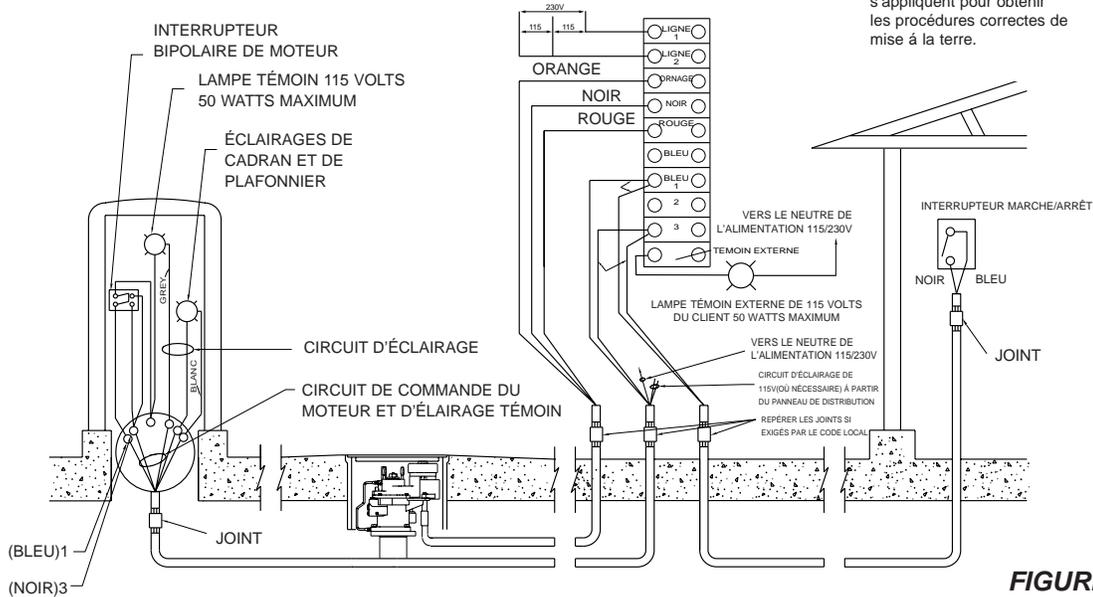

FIGURE 3
La boîte de contrôle du moteur doit être placée dans un endroit non dangereux à l'écart de la zone de remplissage de carburant (voir Fig. 3).
3. Connecter les fils de la borne Bleue-1 et de la borne 3 dans la boîte de contrôle du moteur aux interrupteurs de commande de distributeur (si des distributeurs sont utilisés) et l'interrupteur « marche-arrêt » à la rampe de chargement comme illustré à la Fig. 3.
5. Si une lampe-témoin externe est désirée pour indiquer lorsque la pompe submergée est en marche, câbler suivant l'illustration à la Fig. 3. 4 ou 5. Si cette lampe-témoin continue de s'allumer lorsque tous les interrupteurs aux distributeurs et aux rampes de chargement sont à l'arrêt, cela indique qu'un des interrupteurs de distributeur est mal réglé. Sur les installations sans lampe-témoin, la pompe submergée doit être vérifiée pour s'assurer qu'elle ne fonctionne pas lorsque les interrupteurs sont mis à l'arrêt.